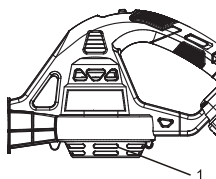

Fig. 7
1. Tournez le souffleur/balai sur le côté droit (Fig. 7).
2. Enlevez soigneusement tous les débris de la grille d'aspiration d'air (1).